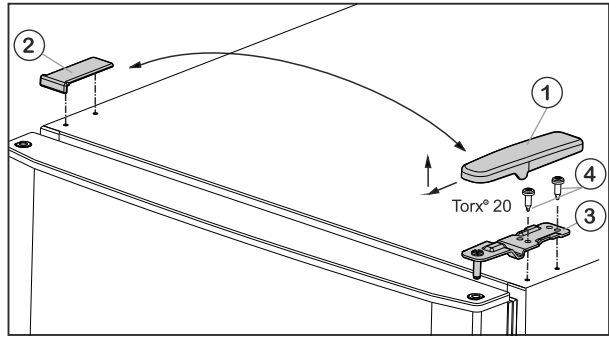

Fig. 6
- ▶ Потяните крышку Fig. 6 (1) вперед и вверх.
- ▶ Снимите крышку Fig. 6 (2).
- ▶ Открутите верхний опорный кронштейн Fig. 6 (3) (2 шт. Torx® 20) Fig. 6 (4) и поднимите вверх.
- ▶ Установите верхний опорный кронштейн Fig. 6 (3) на новой стороне шарнира и защелкните в дверце.
- ▶ Привинтите верхний опорный кронштейн (с моментом 4 Нм) (2 шт. Torx® 20) Fig. 6 (4). При необходимости используйте аккумуляторный шуруповерт.
- ▶ Наденьте и защелкните крышку Fig. 6 (1) на противоположной стороне снаружи.
- ▶ Также наденьте сверху и защелкните крышку Fig. 6 (2) на противоположной стороне.